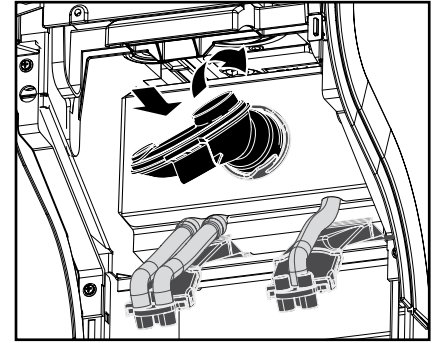

Fig. 30
- g. Inserire nuovamente l'inserto di miscelazione con l'anello di tenuta e girarlo quindi in senso orario fino all'arresto. (Fig. 30)